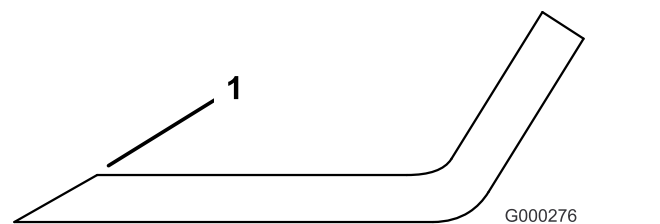

**Figura 89**
2. Verificate accuratamente i taglienti, con particolare attenzione ai punti d'incontro delle sezioni piatta e curva della lama (Figura 89).
**Nota:** Sabbia e materiali abrasivi possono consumare il metallo che connette le sezioni piatta e curva della lama, per cui si consiglia di controllare la lama prima di usare il tosaerba. Se riscontrate segni di usura (Figura 89), sostituite la lama.